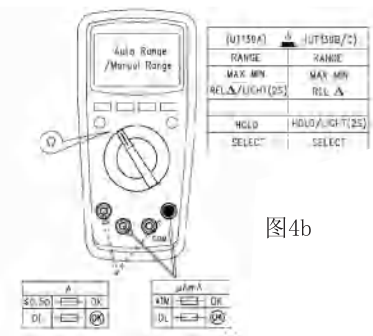

图4b
- \* 利用电阻测量功能可自检内置保险丝，详见 (图4b)